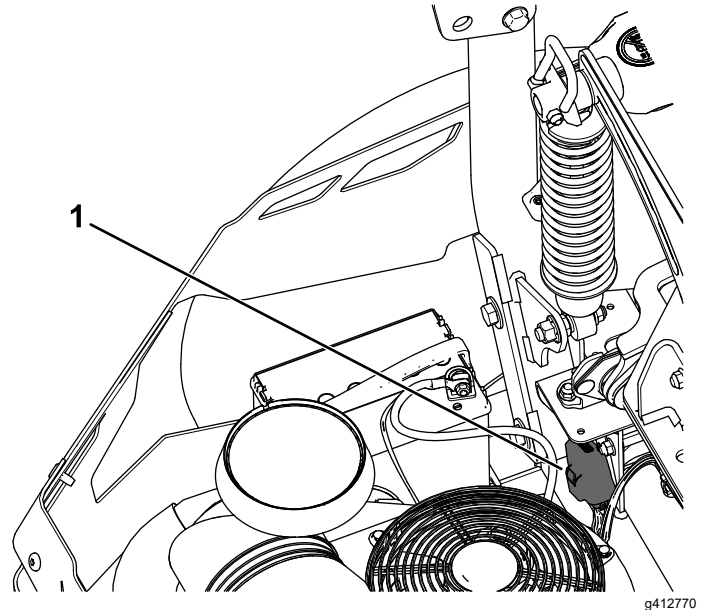

Figura 57
Nota: En máquinas MyRide, asegúrese de que el cable de tierra no roza contra el brazo arrastrado ni contra el soporte inferior del amortiguador (Figura 57).
Los fusibles están situados en la parte trasera, cerca del motor (Figura 57).
2. Instale un fusible nuevo (Figura 57).